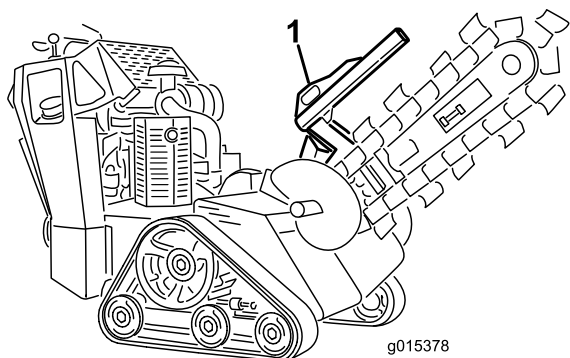
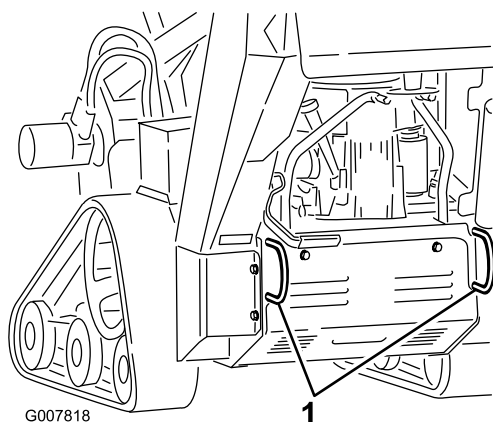

Figura 22
Figura 23
Puede izar la máquina usando los puntos de amarre/izado (Figura 22 y Figura 23).
3. Sujete la máquina a un remolque con cadenas o correas usando los puntos de amarre/izado situados en la parte delantera y trasera de la máquina (Figura 22 y Figura 23). Consulte en la normativa local los requisitos aplicables al remolque y al sistema de amarre.